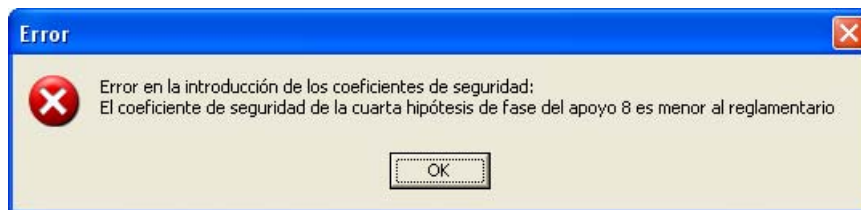

Figura 11.49.
- Figura 11.49: El programa no permite introducir un coeficiente de seguridad menor que el exigido por el R.D. 223/08